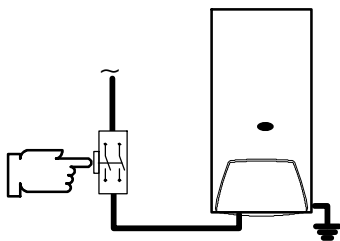

fig. 3.1
- in prossimità della caldaia deve essere installato un interruttore bipolare con una distanza di apertura dei contatti di almeno 3 mm (fig. 3.1). Per i collegamenti elettrici consultare la sez. 3.6 di questo capitolo.